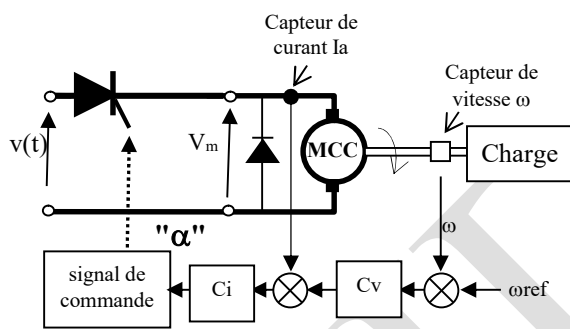
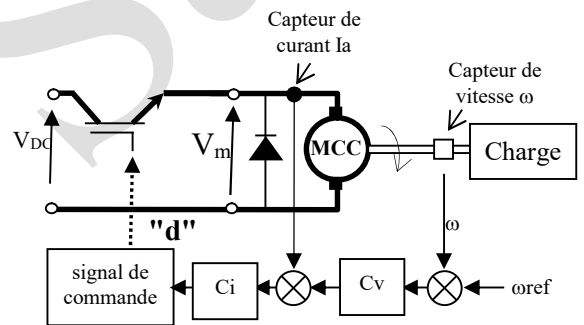

Fig. 1.
Fig. 2.
Si on considère que la MCC est bien contrôlée et qu'on peut utiliser deux type de convertisseur (fig. 1. et Fig.2.) (Régime permanent).
- 1- Donner le type de chaque convertisseur utiliser (Fig.1, Fig.2).
- Donner le type de chaque convertisseur utiliser (Fig.1, Fig.2).
- le convertisseur dans la Fig.1 est un redresseur simple alternance.
- le convertisseur dans la Fig.2 est un Hacheur série.